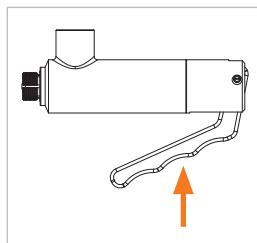

Abbildung 5
- ▶ Betätigen Sie den Handhebel (Pos. 2) (*Abbildung 5*). Die Spannzangen fallen zusammen.